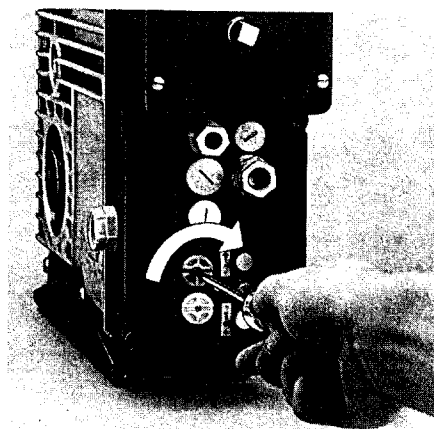
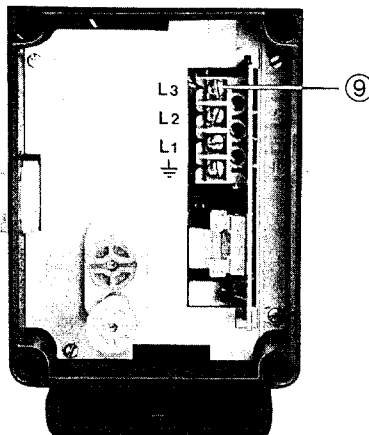

Abb. 5
Abb. 2\*
- Gelben Taster drücken und gelbes Einstellrändel mit Schraubendreher oder Münze in »-« Richtung (gegen Uhrzeigersinn) drehen, bis Antrieb stoppt. Dann in » + « Richtung (im Uhrzeigersinn) drehen, bis gewünschte Endlage erreicht ist (siehe Abb. 5).
- Abdeckkappe für Endlageneinstellung abnehmen (siehe Abb. 2) und Einstellung der Endlagen vornehmen. Siehe auch Abschnitt Einstellung der Endlagen und Abb. 5.
Die SOMFY Compact® Wechselstromausführungen sind nicht mit den in Abb. 2, Pos. 6, 7, 8 beschriebenen Tastern für die Montage ausgerüstet. Hierfür bitte Taster des Spezialmontagekabels verwenden.
- Abdeckkappe für Endlageneinstellung abnehmen (s. Abb. 2).
\* Einzelheit Abb. 2